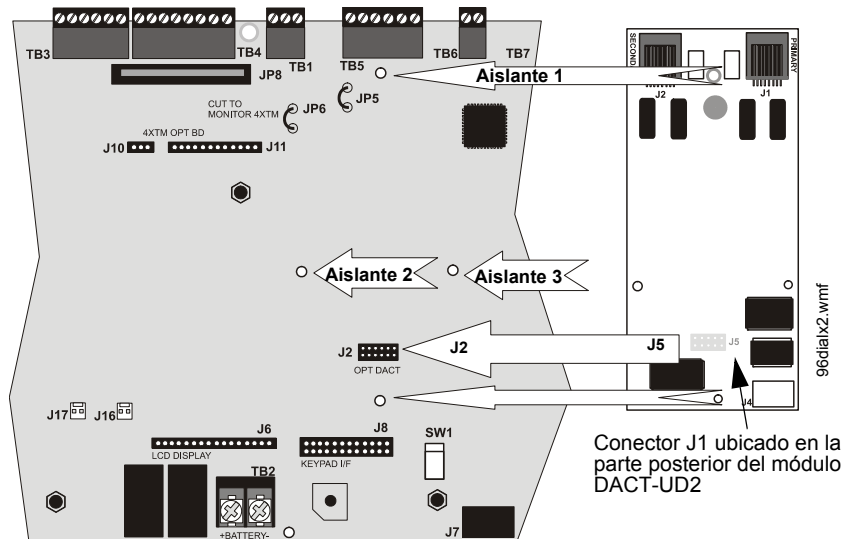

Figura 2.12 Conector J1 del DACT-UD2 al conector J2 del FACP
4. Quite y aparte el aislante de soporte del teclado numérico o pantalla que actualmente se encuentra en la ubicación #3 del aislante del DACT-UD2 (consultar la figura 2.12)
5. Instale los aislantes hembra/hembra del DACT-UD2 provistos en las tres ubicaciones que se muestran en la figura 2.12 y asegúrelos con los tres tornillos provistos, insertados desde el lado posterior de la placa de circuitos principal. Asegúrese de ajustarlos por completo.